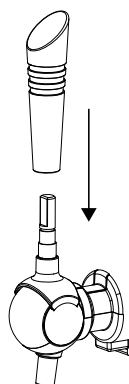

Fig.1
2. Fissare la maniglia sul rubinetto, prestando attenzione affinché sia saldamente installata (fig. 1).